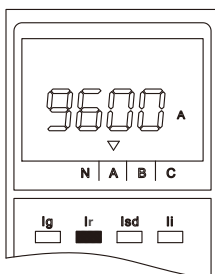
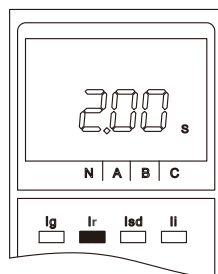

图99 脱扣电流
图100 脱扣时间
- ④ 脱扣状态：控制器正常运行时，按两下“菜单”键，则显示上一次脱扣信息，1min内自动进入正常运行状态，也可按“返回”键进行复位，详见图99、图100。